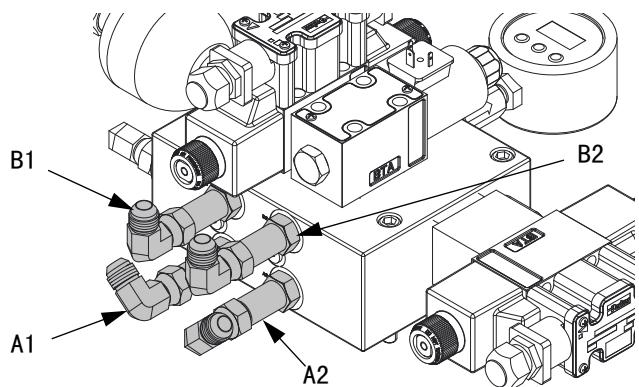

图 21：L 头敷料装置液压罩
7. 将所有液压管路连接至敷料装置外壳。请参见 图 21 ( 第 27 页 )。